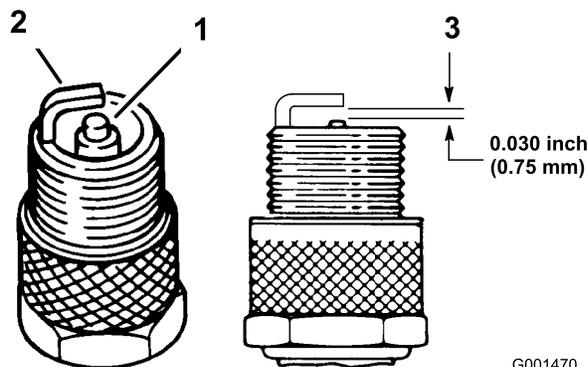

図 50
1. 中央の電極部(図 50)を観察する。絶縁体部がうす茶色や灰色なら適正、黒い汚れがある場合にはエア・クリーナの不良を考える。
2. すきまゲージでエア・ギャップの点検を行い(図 50)、隙間の大きさが適切でなければ側面の電極を注意深く曲げて調整する(図 50)。
3. 点火コードを接続する (図 50)。